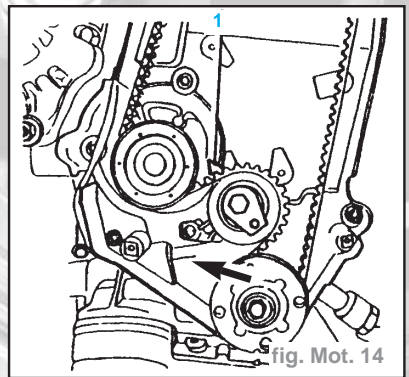

fig. Mot. 14
- Dévisser la vis de fixation du galet tendeur de la courroie crantée et tourner l'excentrique de réglage dans le sens de la flèche (dans le sens des aiguilles d'une montre) jusqu'à ce que l'index (1) adhère à la butée gauche (fig. Mot. 14)
- Dévisser la vis de fixation du galet tendeur de courroie crantée et tourner l'excentrique de réglage dans le sens de la flèche (dans le sens des aiguilles d'une montre), jusqu'à ce que l'index (1) adhère à la butée gauche (fig. Mot. 14).